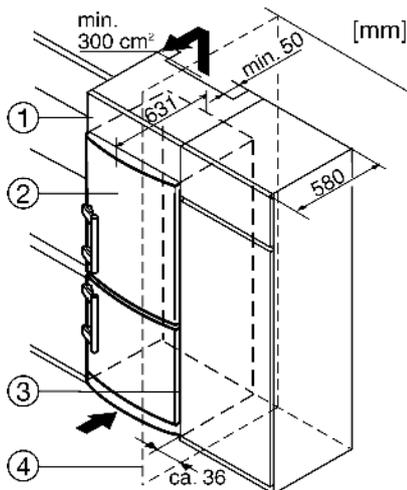

Fig. 9
- (1) Mobile da appoggio
(2) Apparecchio
(3) Mobile da cucina
(4) Parete
L'apparecchio può essere incassato nell'arredamento per la cucina. Per adattare l'apparecchio Fig. 9 (2) all'altezza della cucina componibile, è possibile applicare sopra l'apparecchio un adeguato mobile da appoggio Fig. 9 (1).
Nell'incasso con mobili da cucina a norma (profondità max. 580 mm) l'apparecchio può essere installato direttamente accanto al mobile da cucina Fig. 9 (3). La porta dell'apparecchio sporge di lato 34 mm e al centro dell'apparecchio 50 mm rispetto alla parte anteriore del mobile da cucina. Questo consente una perfetta apertura e chiusura.
Se l'apparecchio con cerniere viene installato accanto ad una parete Fig. 9 (4), la distanza minima fra l'apparecchio e la parete deve essere almeno di 36 mm che corrisponde alla sporgenza della maniglia con la porta aperta.